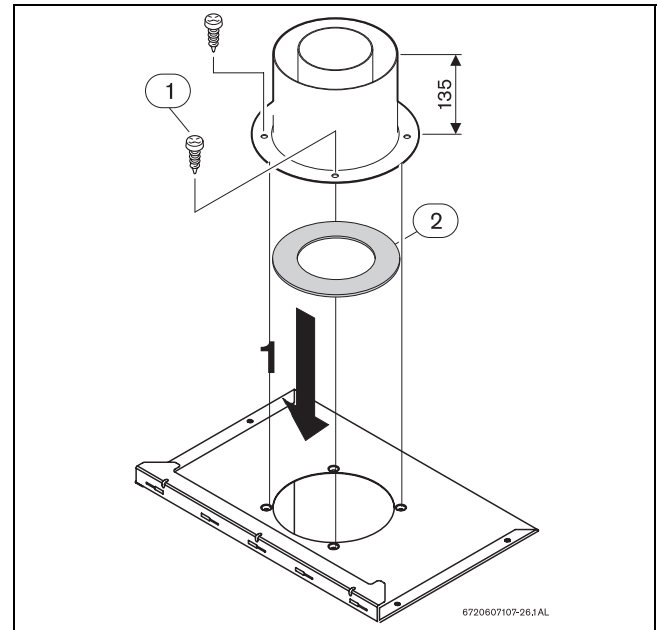

Fig. 16 Diaphragme
- ▶ Démontez les vis de fixation (→Fig. 16, [1]).
- ▶ Positionnez le diaphragme (→Fig. 16, [2]) entre l'adaptateur et l'appareil.
- ▶ Fixez à nouveau l'adaptateur à l'appareil au moyen des 4 vis (→Fig. 16, [1]).